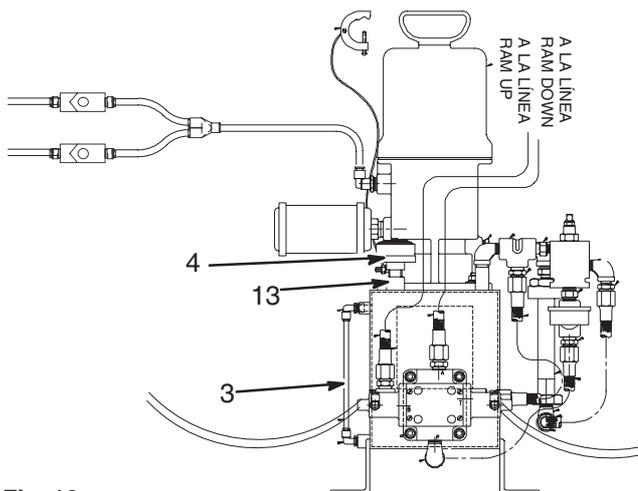

Fig. 16
Revise el nivel de fluido hidráulico (Fig. 16). Añada más fluido si el nivel está por debajo de 102 mm desde el borde del medidor de nivel (3).
1. Afloje el tubo de ventilación (4).
2. Vierta fluido hidráulico por el orificio del tubo de ventilación (13).